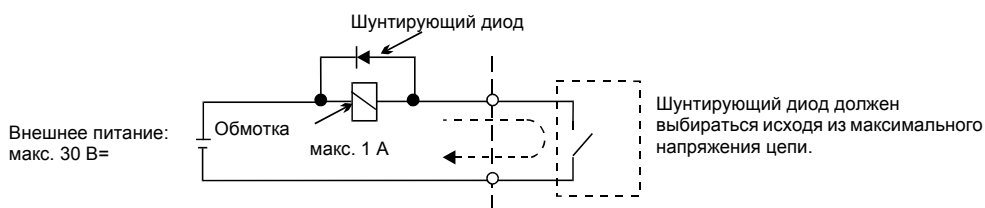

Рис. 6 Подключение шунтирующего диода
- \*3. При коммутации индуктивной нагрузки, например, обмотки реле, питаемой от источника постоянного тока, подключайте шунтирующий диод, как показано на Рис. 6.